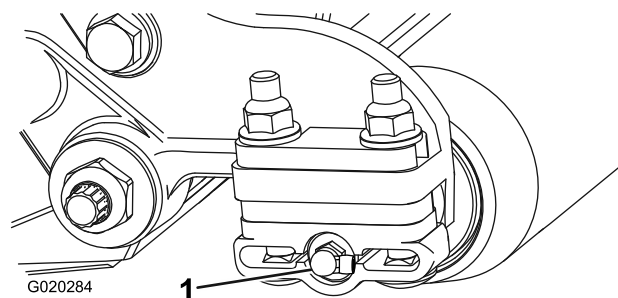

Figura 3
8. Retire o bocal de lubrificação reto na frente da placa lateral e instale o bocal de lubrificação de 90° no mesmo sítio (Figura 3).